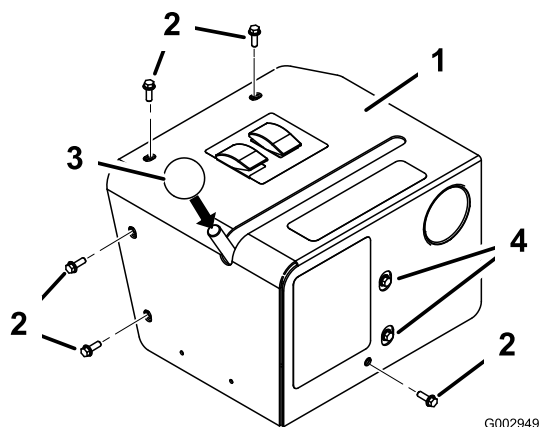

Figure 31
19. Montez le bouton sur le levier de commande de valve (Figure 31).
20. Le cas échéant, desserrez les boulons au panneau avant et repositionnez l'ensemble valve pour permettre au levier de se déplacer librement dans la fente (Figure 31).